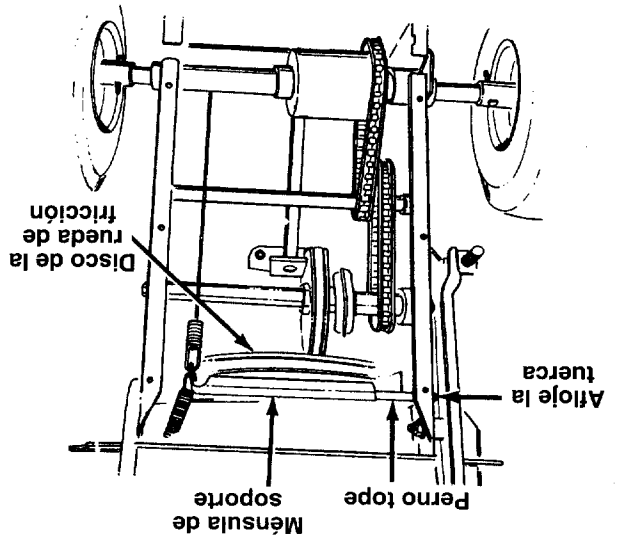

FIGURA 27.
- Afloje la tuerca del perno tope hasta que haya una separación entre la mensula de soporte y el disco de la rueda de fricción. Vea la figura 27.